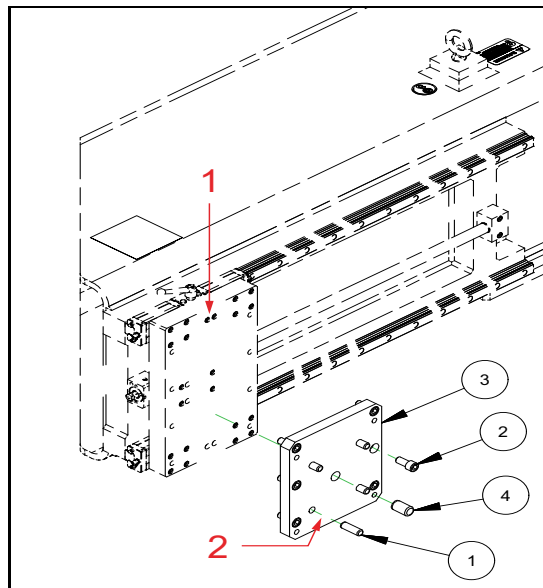

FIGURE 4-38. PLAQUE À GLISSIÈRE LATÉRALE
2. Retirez l'ensemble de la tête de fraisage, y compris la plaque d'adaptation de la tête de fraisage, de la plaque à glissière latérale (voir la Figure 4-38, qui est également représentée à la Figure A-11 à la page 130).